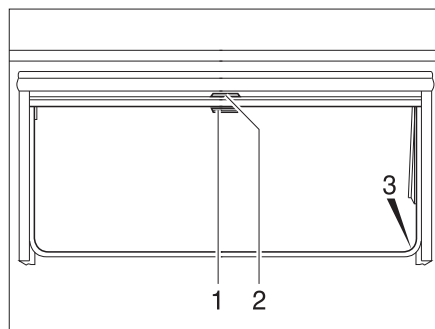

Fig. 80 Ventana abatible
- Tirar del asidero (Fig. 80,2) de la persiana oscurecedora enrollable hacia abajo. Cuando la persiana oscurecedora enrollable se cierre por completo, encajarla en el bloqueo (Fig. 80,3) a ambos lados del marco de la ventana.
- Cuando la persiana oscurecedora enrollable está completamente cerrada: Presionar el tirador (Fig. 80,2) hacia abajo y tirarlo ligeramente hacia dentro. Desenganchar la persiana oscurecedora enrollable de los bloqueos a izquierda y derecha del marco de la ventana.
- Cuando la persiana oscurecedora enrollable se encuentre en una posición intermedia: Tirar ligeramente del asidero (Fig. 80,2) hacia abajo, hasta que se hay soltado el bloqueo.
- Tirar hacia abajo de la mosquitera enrollable (Fig. 80,1) y engancharla en el bloqueo (Fig. 80,3) a ambos lados del marco de la ventana.
- Presionar el tirador (Fig. 80,1) hacia abajo y tirarlo ligeramente hacia dentro. Desenganchar la mosquitera enrollable de los bloqueos a izquierda y derecha del marco de la ventana.